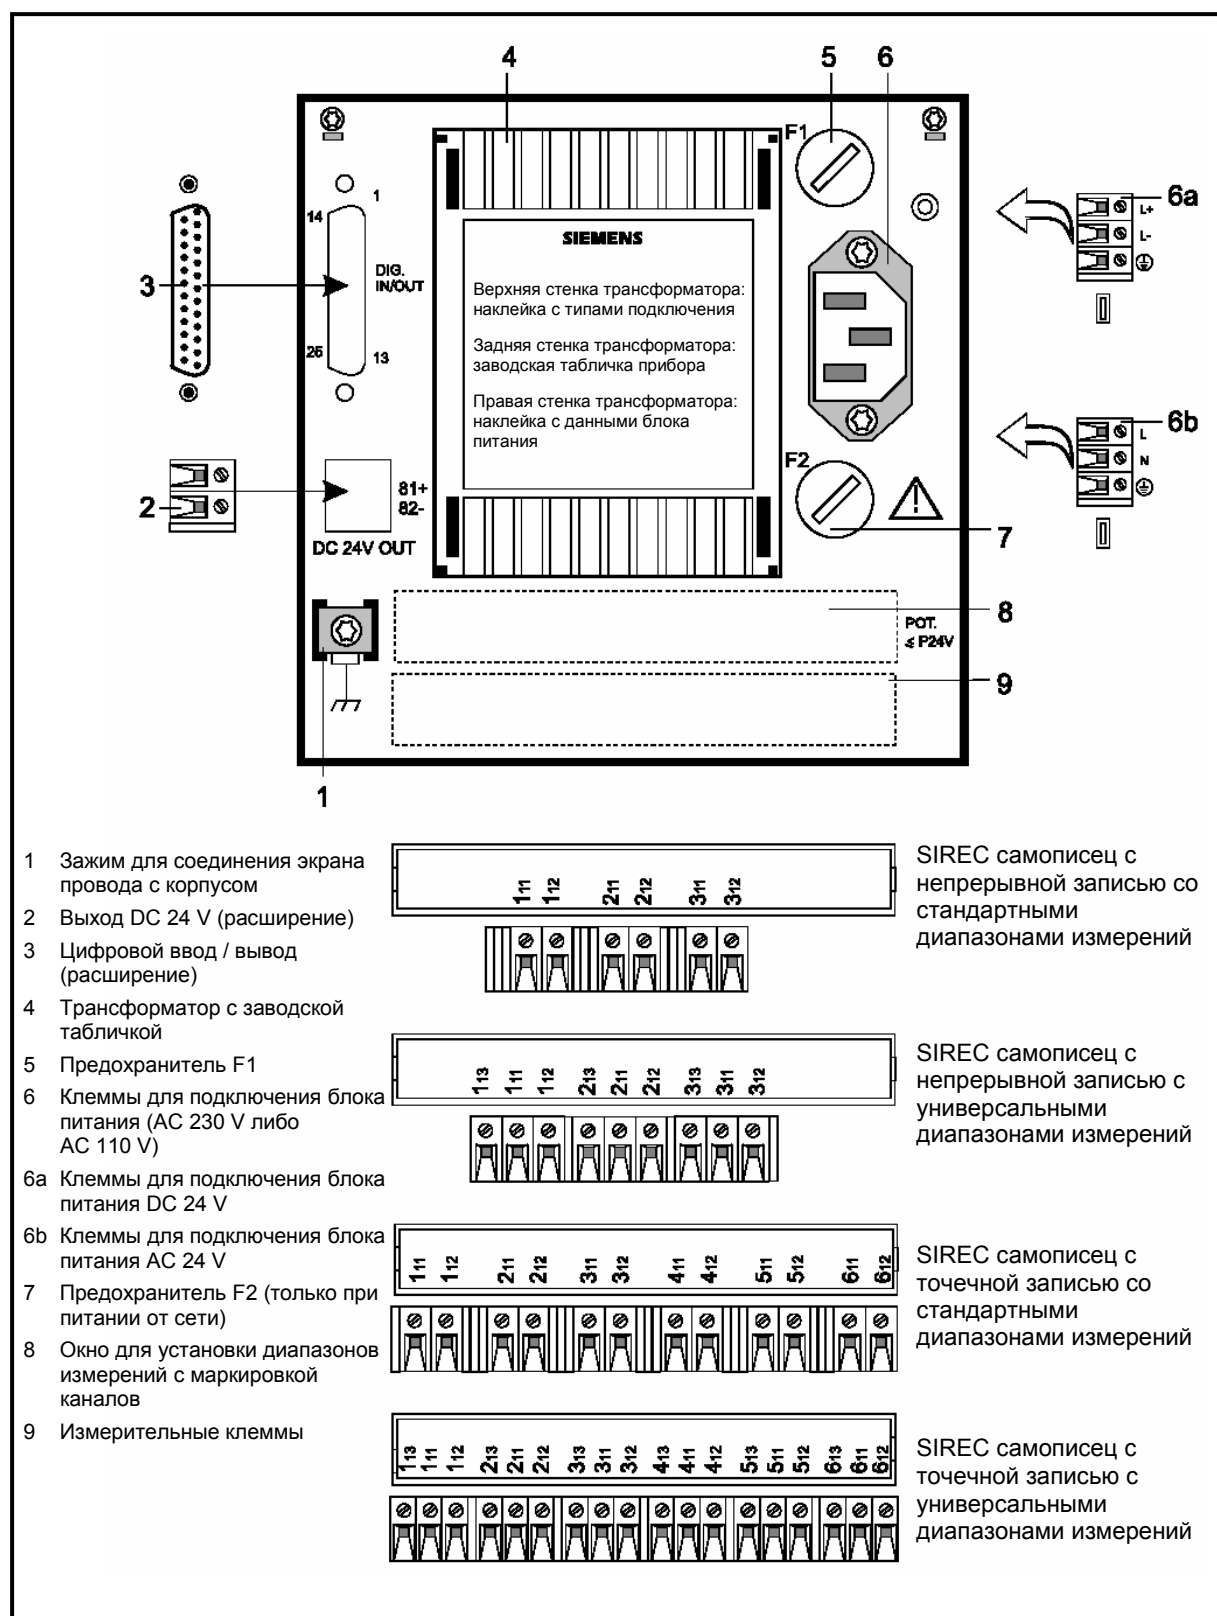
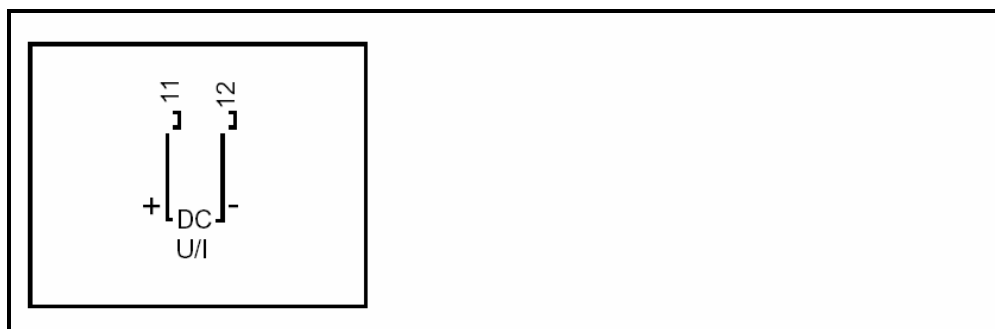
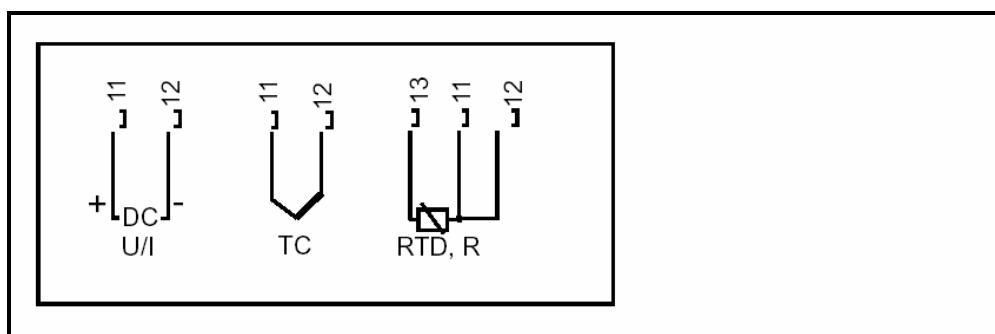

Рисунок 3.2-1 Обратная сторона прибора
Рисунок 3.6-5 Возможности подключения аналоговых измерительных каналов для исполнения со стандартными диапазонами измерений
Рисунок 3.6-6 Маркировка с указанием на возможности подключения аналоговых измерительных каналов для исполнения с универсальными диапазонами измерений
- ☐ на обратной стороне прибора (например, рис. 3.2-1),
Маркировки Над окошком для установки диапазонов входного сигнала на трансформаторе (рис. 3.2-1) находится наклейка с рисунком-указанием (рис. 3.6-5 и рис. 3.6-6), представляющим возможности подключения аналоговых каналов.
DC U/I Подключение осуществляется в соответствии с рис. 3.6-5, а установка перемычек в соответствии с рис. 3.6-2. Параметрирование выполняется согласно разделу 4.5.3.